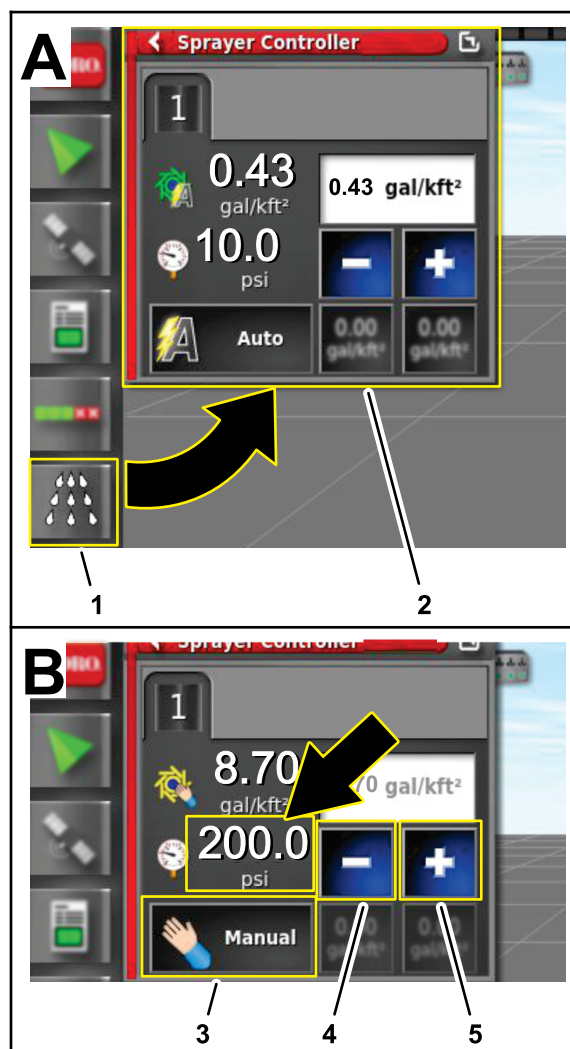

Рисунок 239
4. На управляющей консоли GeoLink нажмите значок SPRAY RATE CONTROLLER (КОНТРОЛЛЕР ИНТЕНСИВНОСТИ ОПРЫСКИВАНИЯ) (Рисунок 239).
5. В диалоговом окне контроллера интенсивности опрыскивания нажимайте значок RATE CONTROL MODE (РЕЖИМ УПРАВЛЕНИЯ ИНТЕНСИВНОСТЬЮ ОПРЫСКИВАНИЯ), пока не будет отображен ручной режим (Рисунок 239).
6. Используйте значок пошагового уменьшения (-) или пошагового увеличения (+), чтобы отрегулировать давление в системе опрыскивания (Рисунок 239) на 13,75 бар (200 фунтов на кв. дюйм).